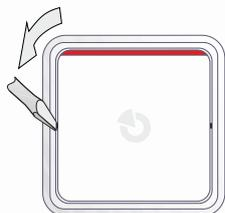

Fig. 2a
- Il faut avant l'installation démonter le périphérique en trois parties - voir les figures 2a, 2b et 2c.
- Retirer la partie supérieure du boîtier (avec un tournevis) comme indiqué en fig. 2a.
La centrale détecte et signale automatiquement un statut de pile faible. Il est nécessaire de placer le système en mode Service avant de procéder au remplacement de la pile (la touche est équipée d'un capteur anti-sabotage). Le périphérique peut être ouvert comme indiqué en fig. 2a. Avant d'insérer de nouvelles piles dans le périphérique, attendre au moins vingt secondes ou appuyer plusieurs fois sur la touche d'activation (afin de décharger toute l'énergie résiduelle du périphérique). Afin d'assurer le bon fonctionnement du périphérique, nous recommandons d'utiliser des piles fournies par le réseau de distribution Jablotron ou toute autre pile au lithium de marque de haute qualité.